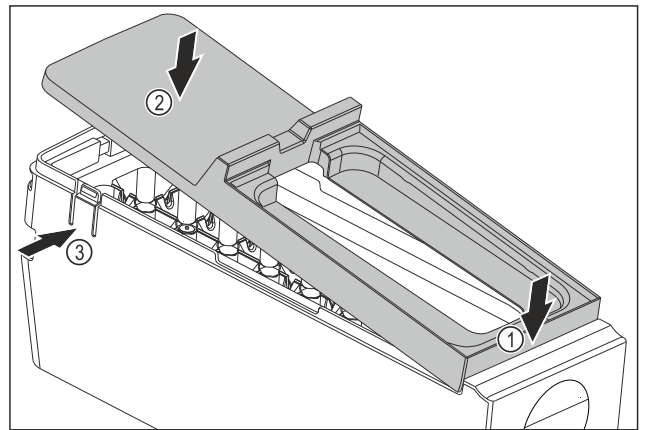

Fig. 81
- ▶ Monter le couvercle du corps de l'EasyTwist-Ice : Placer le couvercle à l'avant Fig. 81 (1)
- ▶ Abaisser le couvercle à l'arrière Fig. 81 (2)
- ▷ L'enclenchement du couvercle dans les deux languettes Fig. 81 (3) se fait entendre.